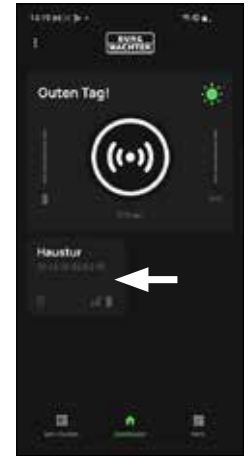

Abb. 2
- ② Wählen Sie ein Schloss aus der Liste angelegter Schlösser aus. In diesem Beispiel, das eben angelegte Motorschloss „Haustür“ (Abb. 2).
- ③ Im Hauptschirm erscheint das Motorschloss „Haustür“ als Verknüpfung (Abb. 2).
- ④ Zum Öffnen und Schließen, nutzen Sie den Button „Haustür“ genauso, wie Sie den Access-Button nutzen würden: Antippen zum Öffnen, Antippen und gedrückt halten zum Schließen.